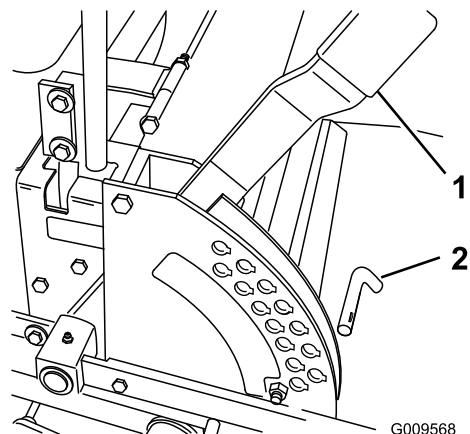

Bild 18
1. Heben Sie den Schnitthöhenhebel in die TRANSPORT-Stellung (entspricht der Schnitthöheneinstellung von 127 mm) (Bild 18).
2. Entfernen Sie den Splint zum Einstellen der Schnitthöhe aus der Schnitthöhenhalterung (Bild 18).
3. Wählen Sie ein Loch in der Schnitthöhenhalterung, das der gewünschten Schnitthöhe entspricht, und stecken Sie den Lastösenbolzen wieder ein (Bild 18).